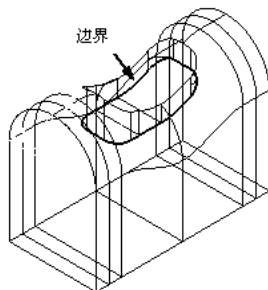

图 5-33 创建的边界 2
3) 在“查看”工具栏上单击“普通阴影”按钮和“毛坯”按钮，隐藏毛坯后边界结果如图 5-33 所示。